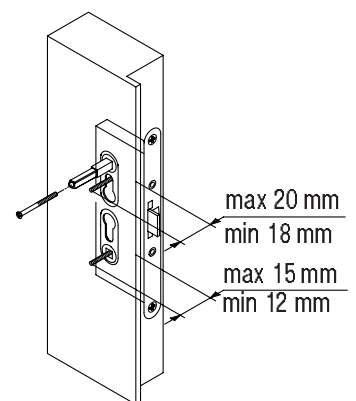

FIG. 3
2. eseguire la foratura sul montante come indicato nella dima di pag. 15. con il meccanismo della scatola principale del maniglione in appoggio sul lato interno della porta, inserire le viti di fissaggio in dotazione, verificando che la sporgenza sia compresa nelle dimensioni indicate in fig. 3;
2. effectuer le perçage au niveau du montant, comme indiqué sur le gabarit de la page 15. Avec le mécanisme du carter principal de la barre anti-panique situé sur le côté intérieur de la porte, insérer les vis de fixation fournies et vérifier que leur dépassement soient compris dans la plage de dimensions indiquées sur la fig. 3 ;
2. Die wie auf der Schablone von Seite 15 vorgesehene Bohrung auf dem Pfosten ausführen. Mit dem auf der Türinnenseite aufliegenden Mechanismus des Hauptschlosskastens der Betätigungsstange die mitgelieferten Befestigungsschrauben einsetzen und sich überzeugen, dass sie nicht über die in Abb. 3 angegebenen Maße vorstehen;
2. drill a hole in the door jamb as shown in the page 15 template. With the panic exit device main box mechanism resting against the door inside, introduce the supplied fixing screws, ensuring that their protruding part is within the dimensional range shown in fig. 3;
2. Realice la perforación en el montante, según lo indicado en la plantilla incluida en la Pág. 15. Con el mecanismo del cofre principal de la barra apoyado en el lado interior de la puerta, introduzca los tornillos de fijación suministrados, verificando que la parte sobresaliente esté comprendida en las dimensiones indicadas en la Fig. 3.
2. boor het gat in de deurstijl zoals aangegeven in de mal op pag. 15. Breng het mechanisme van het hoofddeel van de handgreep tegen de binnenzijde van de deur de bijgeleverde bevestigingsschroeven aan. Controleer of het niet meer uitsteekt dan de afmetingen die staan aangegeven op fig. 3;